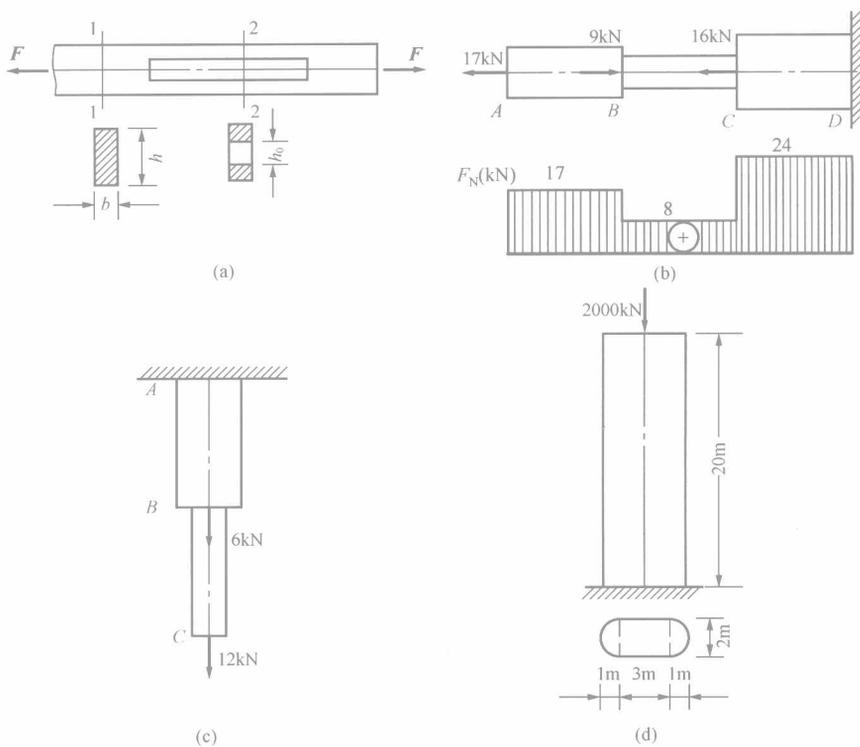

图 2-4 题 2-4 图
(1) 图 2-4 (a) 为开槽拉杆, 两端受力 $F=10\text{kN}$, $b=4\text{mm}$, $h=20\text{mm}$, $h_0=10\text{mm}$;
(2) 图 2-4 (b) 为阶梯形杆, AB 段杆横截面积为 80mm^2 , BC 段杆横截面积为 30mm^2 , CD 段杆横截面积为 120mm^2 ;
(3) 图 2-4 (c) 为变截面杆, AB 段的横截面积为 400mm^2 , BC 段的横截面积为 300mm^2 ;
(4) 图 2-4 (d) 为块石桥墩, 材料的容重 $\rho g=23\text{kN/m}^3$ 。
(a) 如图 2-4 (a) 所示, $F_N = F = 10\text{kN}$, $\sigma_{\max} = \frac{F_N}{A_{\min}} = \frac{10 \times 10^3}{(20-10) \times 4 \times 10^{-6}} = 250 (\text{MPa})$ 。
(b) 作杆 $ABCD$ 的轴力图如图 2-4 所示
(c) 如图 2-4 (c) 所示 BC 段: $F_{NBC} = 12\text{kN}$, AB 段: $F_{NAB} = 18\text{kN}$
(d) 如图 2-4 (d) 所示 $|F_N|_{\max} = F + \rho g A l$